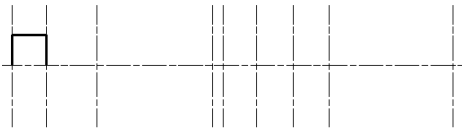

图 9-4 绘制轮廓线
- 将“轮廓线”设置为当前图层，使用【直线】命令绘制如图 9-4 所示轮廓线（尺寸见效果图）。